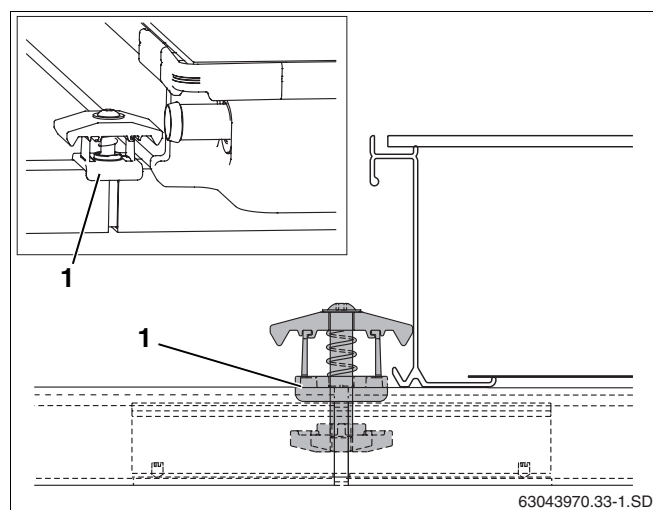

Fig. 48 Montaggio dei giunti di fissaggio
- ▶ Posizionare il il giunto di fissaggio, con il dado davanti, nell'apertura della guida profilata con il giunto ad innesto, in maniera tale che il distanziale in plastica (fig. 48, **pos. 1**) faccia presa sulla guida profilata.